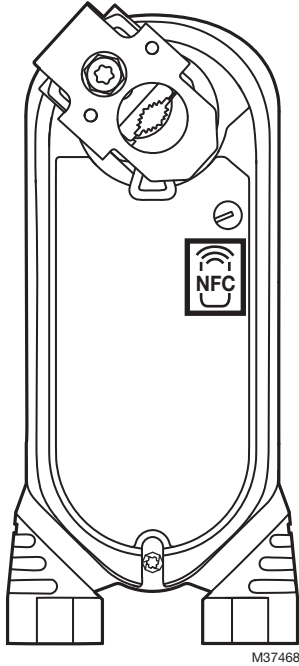

Fig. 18. Ubicación del área de acceso de la NFC.
- La ubicación del área de acceso de NFC se muestra en la Fig. 18.